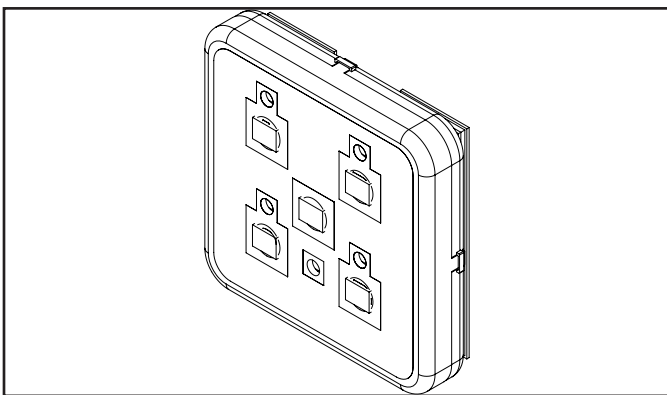

图 10. 通用脉冲控制器
4. 取下活性炭滤芯外壳（图 10）。
6. 检查活性炭滤芯外壳上的 O 形圈（图 10）。如果 O 形圈已开裂、扭曲变形或遗失，更换 O 形圈。